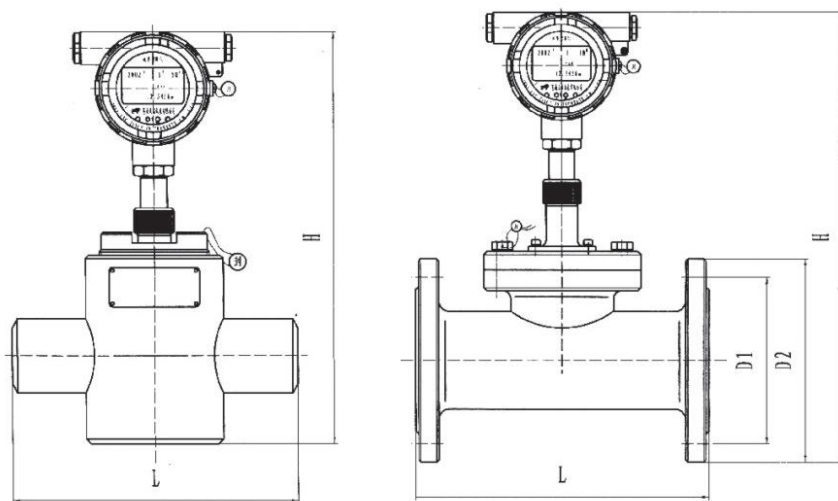

图8
2、LWL-C系列可拆式涡轮流量计水平安装规格及外型尺寸（见表4和图8）